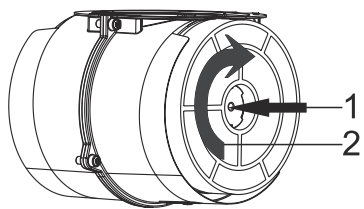

Fig. 6
- 1. Sæt kulfiltererne med de hule sider ind mod motorens overflade(r) (Fig. 6).
- 2. Kulfilteret skal nu med urets retning "skrues" på motorens overflader (Fig. 6).